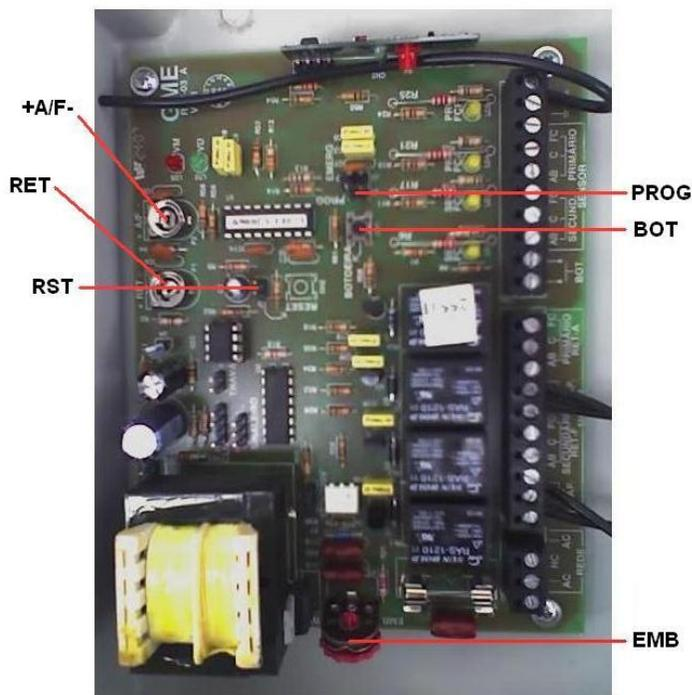
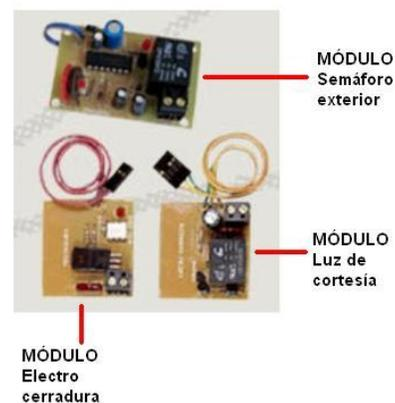

fig. 1- Placa SEG
fig. 2- Módulos
- Electro cerradura (mirar fig.2): El modulo de cerradura eléctrica permite temporizar el pulso para destrabar una cerradura eléctrica por 1,5 segundos (este modulo funciona solamente para temporizar el pulso la cerradura y no provee la alimentación para su funcionamiento). Identificado en la fig.1 como **TRAVA**
- Luz de cortesía (mirar fig.2): Conectado a cualquiera de las placas de comando SEG, el módulo de luz puede manejar la temporización de prendido de la luz del garage (luz de cortesía) hasta el tiempo máximo de 2 minutos, desde el momento que se acciona mecanismo en el sentido de apertura del portón automático. Identificado en la fig.1 como **CLG**
- Semáforo exterior (mirar fig.2), identificado en la fig.1 como **SINALEIRO**
- Fococélula de seguridad, identificada en la fig.1 como **EMERG**
Preset de embrague: Es un reóstato (rueda dentada) identificado en la placa como **AJUSTE EMB.** (fig. 2). Desde allí se regula la fuerza del equipo.
BOT: Es el pulsador de comandos identificado en la placa como **BOT.**(fig 1).